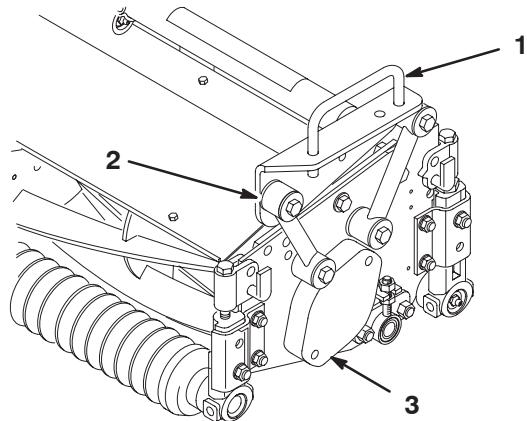

Figura 3
3. Fije cada acoplamiento de montaje al bastidor con un tornillo de caperuza (3/8 x 2-1/4 pulg.), 2 arandelas planas, y una contratuerca, según muestra la figura 3. Coloque una arandela en cada lado del acoplamiento al montarlo. Apriete a 42 Nm.